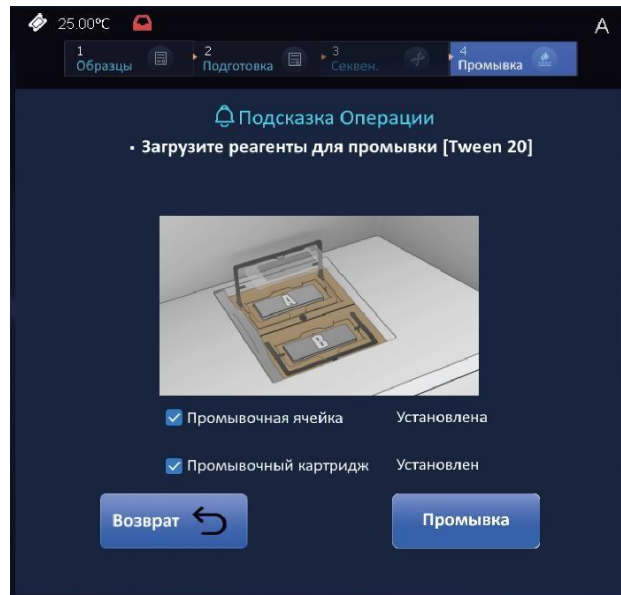
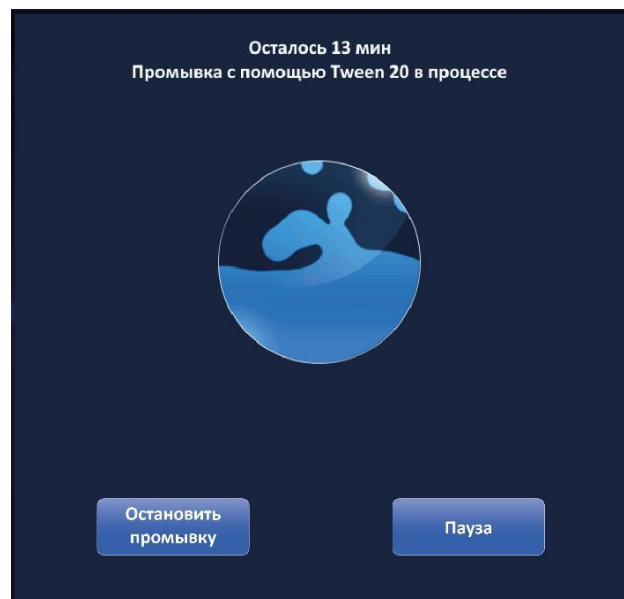

Рисунок 45. Запуск промывки
Рисунок 46. Экран во время промывки
- ◆ Загрузите промывочную проточную ячейку и соответствующий промывочный картридж в камеру с охлаждением до упора. Нажмите на кнопку «Промывка» (рис. 45), после чего система автоматически начнет промывку и отобразится окно с оставшимся временем и промывающим раствором (рис. 46).